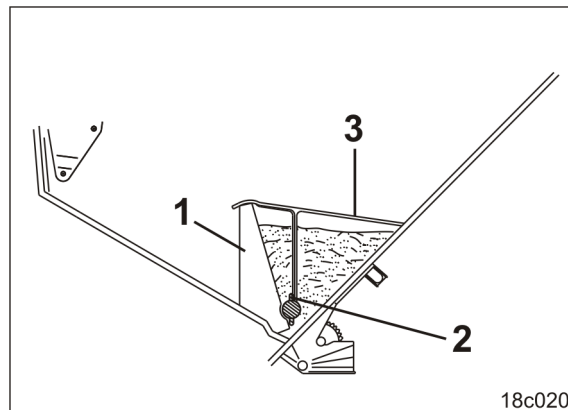
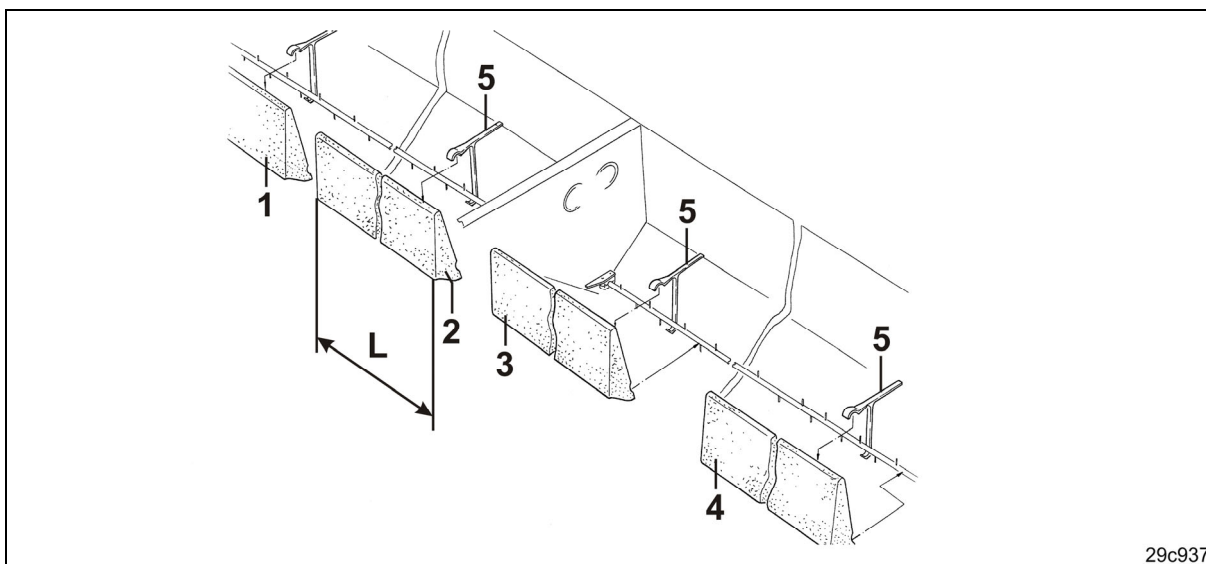

Fig. 146
Fig. 147
Stil rørestifterne (Fig. 146/2) lodret, hvis omrøreren ikke har nogen runde røreelementer. Se kapitlet Omrørerstøtte, side 68.
2. Fastgør rapsindsatsprofilerne (Fig. 146/1) i såsædsbeholderen med klemmer (Fig. 146/3). Se monteringstegningen (Fig. 147).